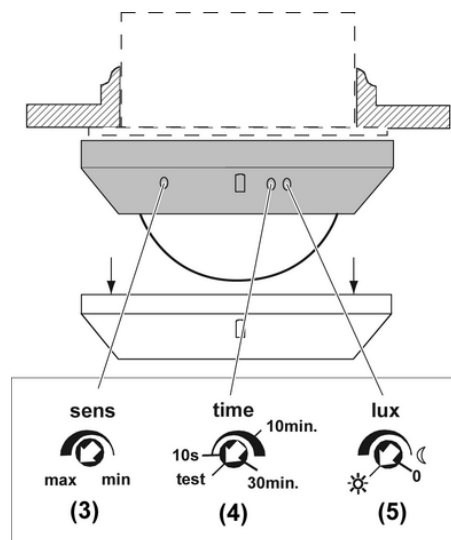

Figura 4: Ajuste de prueba
- Quitar la pantalla de cobertura (10).
- Retirar anillo embellecedor (9).
- Poner el selector **sens** (3) en **max**(figura 4).
- Poner el selector **time** (4) en **test**.
- Poner el selector **lux** (5) en ☀ si se desea una conexión independiente de la luminosidad.
- Girar el selector **time** (4) hasta la posición deseada (figura 4).
- Poner el selector **time** (4) en **test**(figura 4).
- Girar el selector **sens** (3) ligeramente en dirección **min**, ya que la máxima sensibilidad puede dar lugar a conexiones indeseadas.
- Girar el selector **lux** (5) hasta la posición deseada (figura 4).